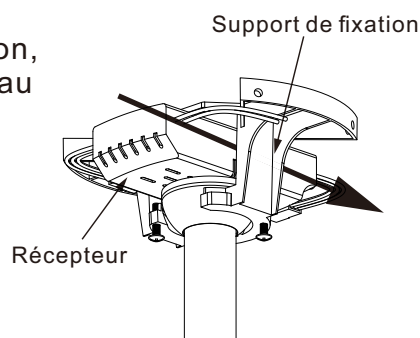

Figure 16
**Étape 1 :** (Fig. 16) Insérer le récepteur dans le support de fixation, face plane du récepteur orientée vers le plafond.